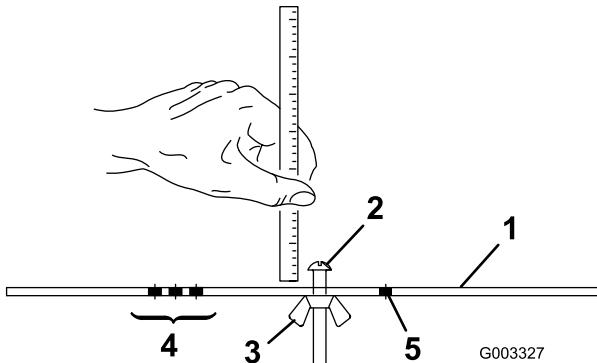

Figura 16
- Allentate il dado sulla barra di riferimento (Figura 16) e regolate la vite di regolazione secondo l'altezza di taglio desiderata.